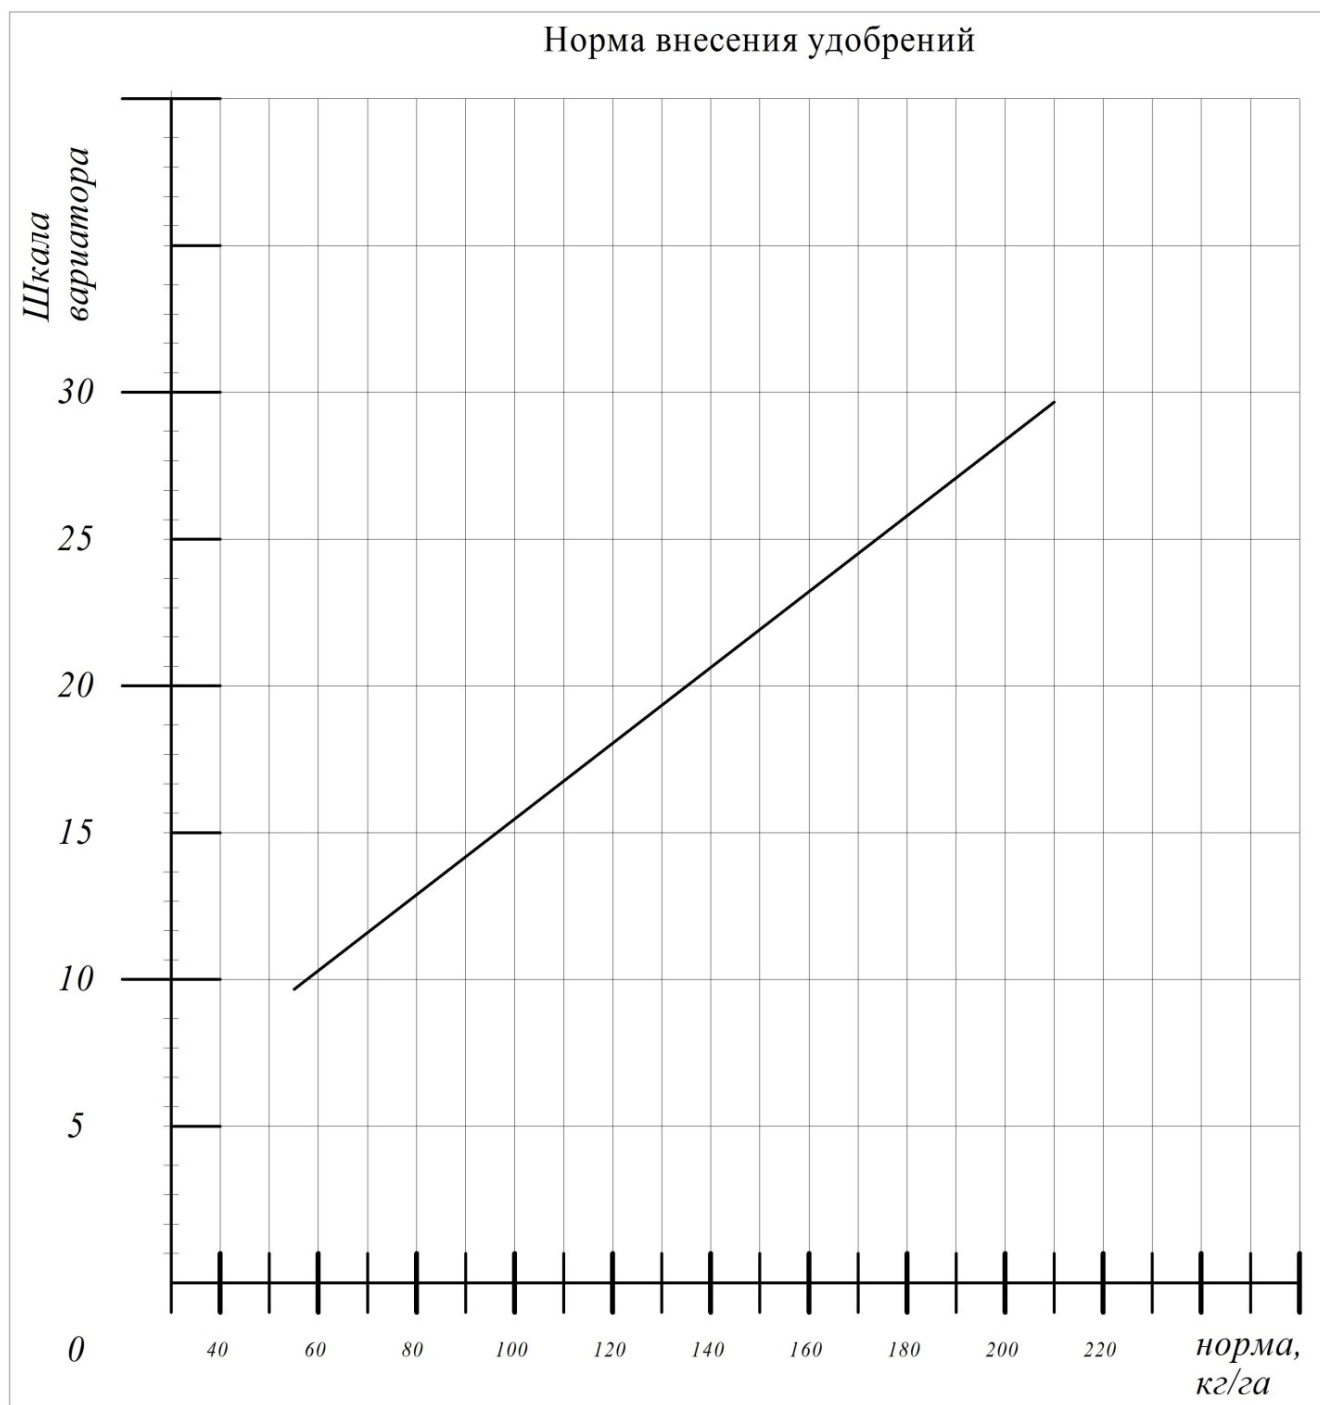
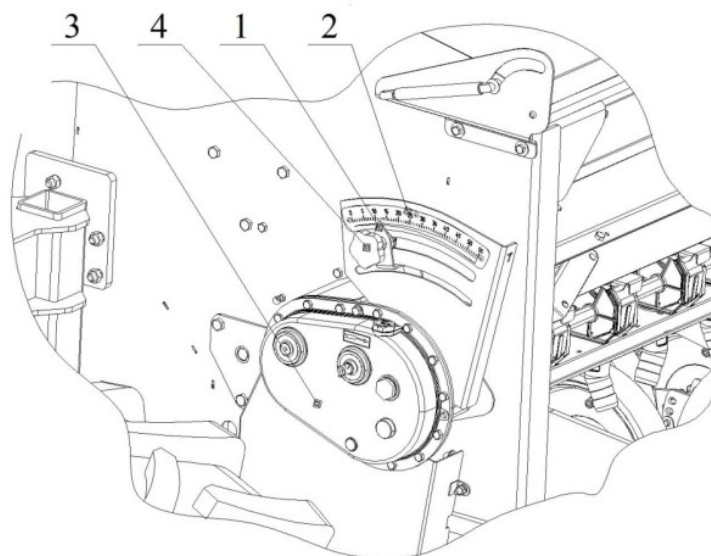

Рисунок 15. График нормы внесения удобрений.
Рисунок 16.
По графику (рис.15) определить числовое значение шкалы вариатора, соответствующее требуемой норме внесения удобрений. Установить указатель (1) на шкале (2) вариатора привода катушек туков (3) (рис. 16) (справа на бункере) на необходимое деление.
Решение: Найти на оси «норма» графика значение 170, подняться вверх до пересечения с линией графика «удобрения». От точки пересечения, проведённой нами линии с линией графика, провести горизонтальную линию. Этим, мы определим положение указателя (1) (рис. 16) на шкале (2) вариатора (3). В данном примере необходимое деление: «25».
Установить указатель (1) на определённое деление шкалы (2) вариатора (3) (рис. 16).
ВНИМАНИЕ: прокрутить вариатор привода катушек туков (3) (рис. 16) рукояткой (прилагаемой к сеялке) по часовой стрелке 11 оборотов (рис. 17).